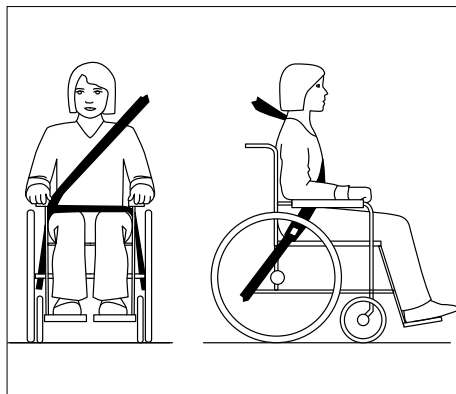

Figura 59
- La figura 59 illustra la posizione corretta della cintura di sicurezza.